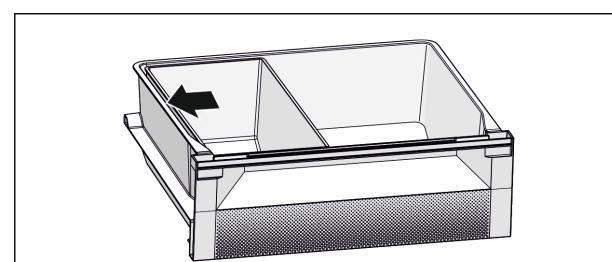

Fig. 7
- Für eine optimale Külfunktion: Fish & Seafood-Schale nach Abbildung (siehe Fig. 7) positionieren.